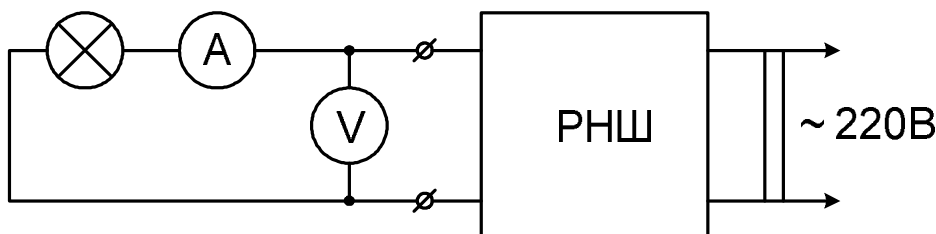

Рис. 2
Опір  $R$  розжареної нитки лампи визначають методом амперметра-вольтметра. Для цього збирають коло, зображене на рис. 2.
3. Зберіть схему згідно рис. 2. Ручка РНШ повинна бути поставлена в положення мінімальної вихідної напруги. Для цього слід повернути ручку проти годинникової стрілки до упора.
5. Обчисліть за формулою (6) опір нитки розжарення (опір амперметра  $R_A$  вказано на шкалі приладу).